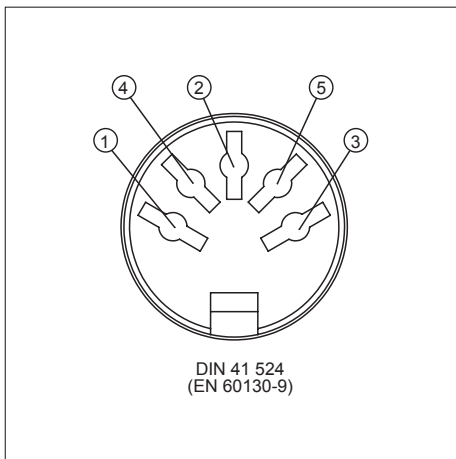

Abb.3 – Belegung der Steckerkontakte
1. Schließen Sie den Triggerstecker an die Eingangsbuchse INPUT (B) an.
3. Belegen Sie die Steckerkontakte gemäß **Abb. 3**.